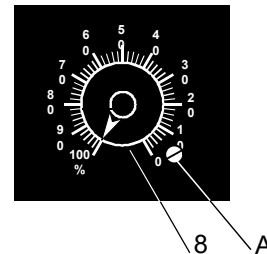

Abb. 19 Hublängen-Verstellknopf
5. Die Sicherungsschraube (A) des Hublängen-Verstellknopfs (8) mit einem Schraubendreher entfernen. Siehe Abb. 19.
10. Die Sicherungsschraube (A) mit einem Schraubendreher vorsichtig wieder anziehen.